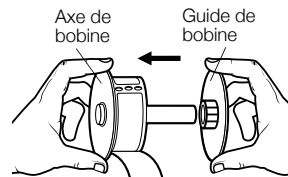

Figure 5
- 4 Tenez l'axe de la bobine de la main gauche et placez le rouleau d'étiquettes sur l'axe pour que les étiquettes entrent dans l'appareil par en-dessous et pour que le bord gauche du rouleau d'étiquettes soit placé fermement contre le côté de la bobine. Voir Figure 5.